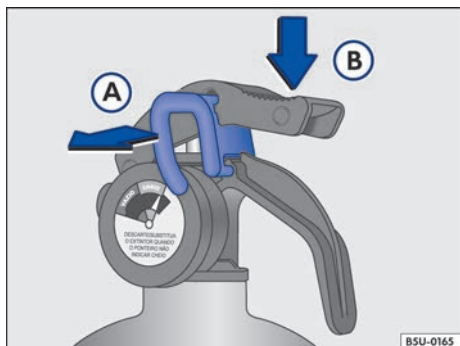
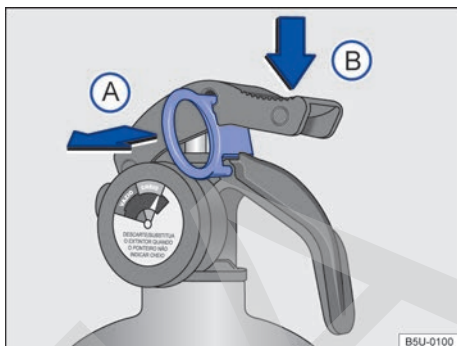

Fig. 147 Secuencia de uso del extintor de incendio.
Fig. 148 Secuencia de uso del extintor de incendio.
- Tirar la traba ⇒ fig. 147 (A) o ⇒ fig. 148 (A) para romper el lacre.
- Apretar el gatillo ⇒ fig. 147 (B) o ⇒ fig. 148 (B) esparcir el polvo.